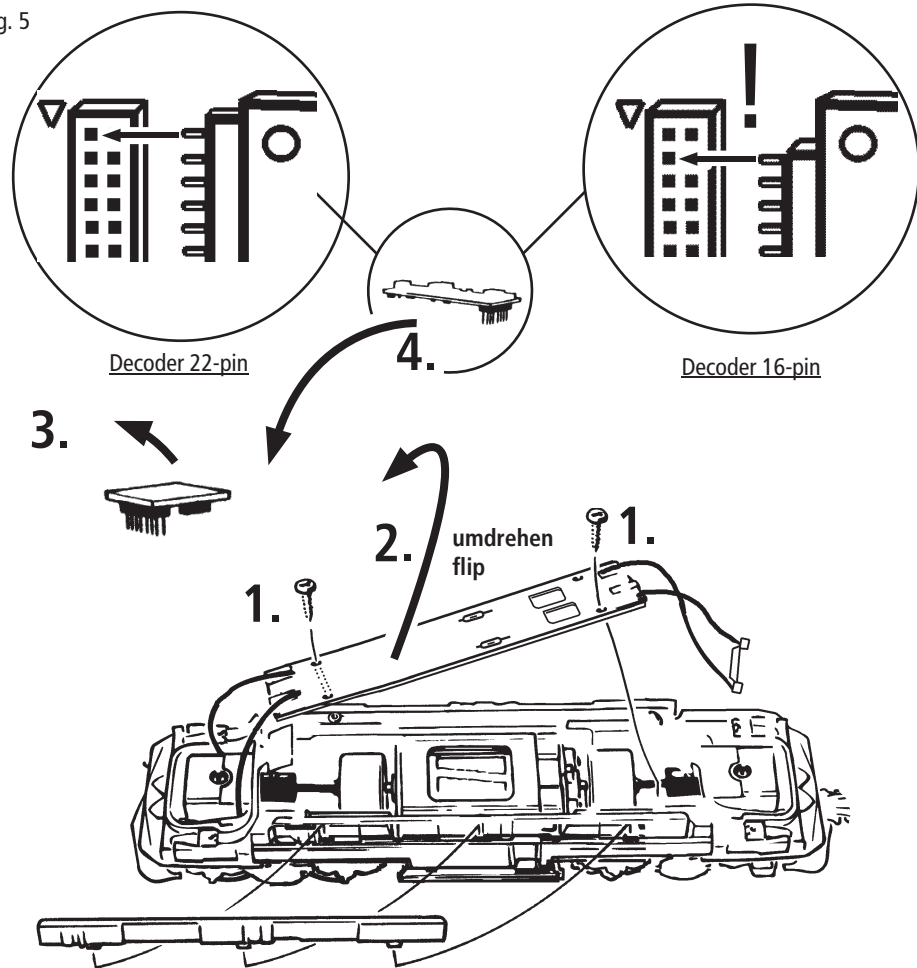
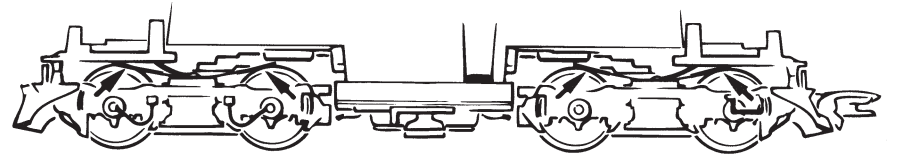
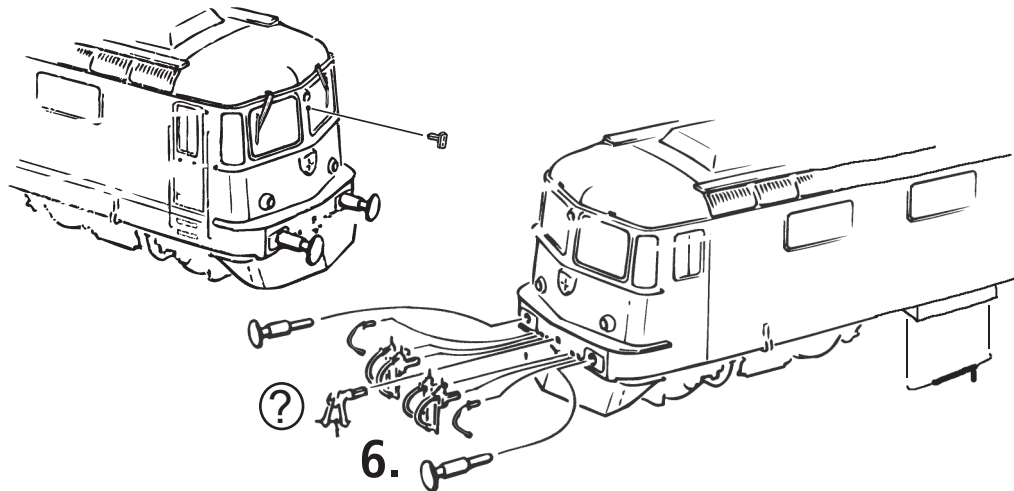

Fig. 6
Fig. 8
Fig. 3
**2. Schmierung:** Versehen Sie die im Schmierplan in Fig. 6 gekennzeichneten Stellen mit nur **kleinen Öltropfen**. Dazu zuerst das Lokgehäuse abnehmen (Fig. 3). Wir empfehlen den **ROCO Öler Art.-Nr. 10906**. Fürs Schmieren der Getriebeteile (Zahnräder, Schnecke) empfehlen wir das **ROCO-Spezialfett Art.-Nr. 10905**. Im Falle der Schmierung diese Teile **nicht ölen**.
**Mehrzugbetrieb:** Zuerst Lokgehäuse abnehmen (Fig. 3). Danach den Brückenstecker aus der Schnittstelle entfernen (diesen sorgsam aufbewahren). Danach den Stecker des Steuerbausteins lagerichtig einsetzen (siehe Fig. 5).
**4. Kohlebürstenwechsel:** Lokgehäuse abnehmen (Fig. 3). Danach wird der Motor ausgebaut und die Kohlebürsten ausgewechselt (Fig. 8).
**2. Lubrication:** Apply **tiny oil drops** to spots marked in fig. 6. Prior to lubrication dismantle locomotive (fig. 3). We recommend using item no. **10906, Roco oiler**. For lubrication the gearparts (e.g. cogwheels, worm) we should recommend our Roco **special grease** (item no. **10905**).
**4. Carbon Brush Changing:** First remove loco body (fig. 3), and then the motor (fig. 8).
**2. Graissage:** N'appliquez **qu'une toute petite goutte** aux endroits indiqués par le plan de graissage (fig. 6) après avoir démonté la caisse de la locomotive (fig. 3). Nous vous recommandons **le graisseur à huile Roco réf. 10906**. Pour graisser les engrenages (roues dentées, vis sans fin) nous vous conseillons la **graisse spéciale Roco réf. 10905** pour engrenages en matières synthétiques. Lorsque vous utilisez cette graisse il faut éviter d'huiler ces composants.
**4. Remplacement des balais du moteur:** Dé- montez la caisse (voir fig. 3). Démontez ensuite le moteur et échangez le balais (fig. 8).